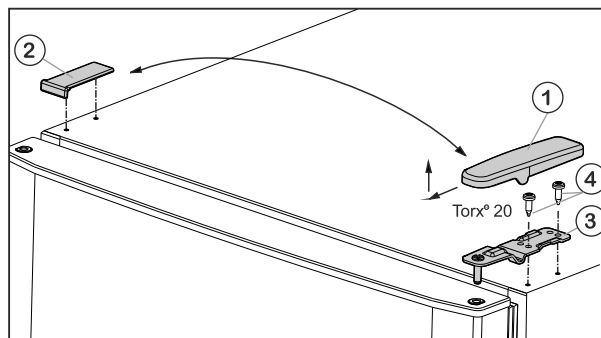
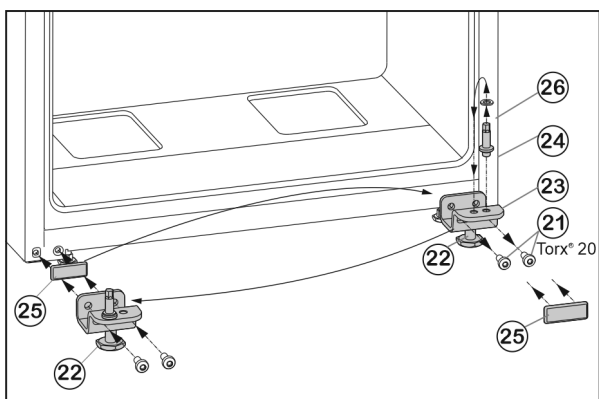

Fig. 5
Fig. 7
- ▶ Előre és felfele húzza le a fedelet Fig. 5 (1).
- ▶ Emelje le a fedelet Fig. 5 (2).
- ▶ Csavarozza le az *Fig. 5 (3)* felső csapágybakját (2 x Torx® 20) *Fig. 5 (4)*, és felfele húzza le.
- ▶ Tekerje le a rögzítőcsavarokat *Fig. 7 (21)*.
- ▶ Vegye le a teljes alsó csapágybakot *Fig. 7 (23)* a csapszeggel *Fig. 7 (24)*, az alátéttel *Fig. 7 (26)* és a beállító lábbal *Fig. 7 (22)*.
- ▶ Csavarozza le a teljes csapágybakot *Fig. 7 (24)* az alátéttel *Fig. 7 (26)*, helyezze át a csapágybak túloldali felvevő furatába, és csavarozza vissza.
- ▶ Óvatosan vegye le a fedőlemezt *Fig. 7 (25)*, és helyezze át az ellenkező oldalra.
- ▶ A teljes alsó csapágybakot *Fig. 7 (23)* a csapszeggel *Fig. 7 (24)*, az alátéttel *Fig. 7 (26)* és a beállító lábbal *Fig. 7 (22)* a csuklópánt új oldalán **erősen (4 Nm-es nyomatékkal)** csavarozza vissza, adott esetben egy akkus csavarhúzó használatával.
- ▶ Az alsó ajtót felülről helyezze a csapszegre *Fig. 7 (24)*.
- ▶ A középső csapágybakot (13) 180°-kal elfordítva csavarozza be az alsó ajtóba rögzítőcsavarokkal (11) (2 db Torx® 25) **erősen (4 Nm-es nyomatékkal)** az új csuklópánt oldalára.
- ▶ Helyezze vissza a műanyag alátéteket (10).
- ▶ A felső ajtót helyezze a középső csapágybakra (13).
- ▶ A felső csapágybakot *Fig. 5 (3)* helyezze a csuklópánt új oldalára.
- ▶ A felső csapágybakot **erősen (4 Nm-es nyomatékkal)** csavarozza fel – (2 db Torx® 20) *Fig. 5 (4)*. Adott esetben használjon akkus csavarhúzót.
- ▶ A fedelet *Fig. 5 (1)* kívülről helyezze fel az ellenkező oldalra és pattintsa be.
- ▶ A fedelet *Fig. 5 (2)* mindig felülről helyezze fel az ellenkező oldalra és pattintsa be.
- ▶ Tekerje ki az állítólábat *Fig. 7 (22)* az alsó csapágybakból *Fig. 7 (23)*, míg hozzá nem ér a talajhoz.